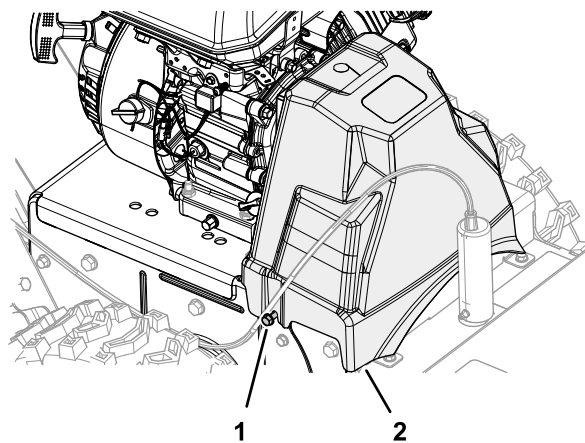

Figura 42
1. Afloje los 2 tornillos con arandela prensada que sujetan la cubierta de la correa a la máquina (Figura 42).